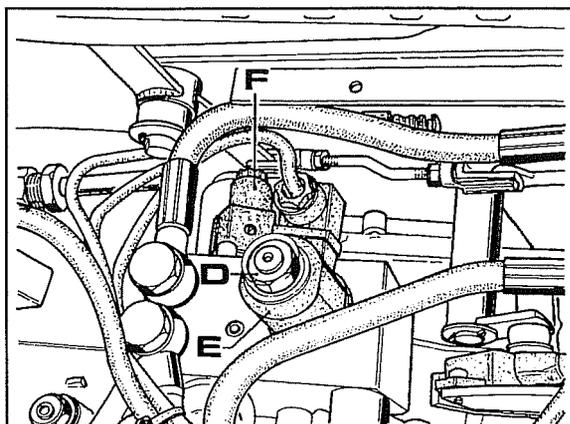
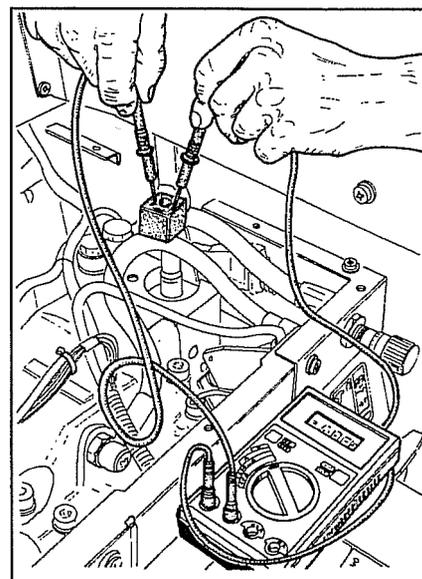
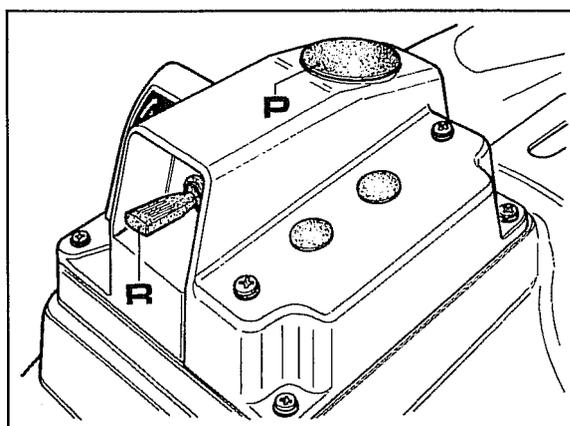

Fig. 4
Fig. 5
Fig. 6
1. Après avoir retiré le siège, enlever la protection de l'électrovanne et dévisser l'écrou **D** fig.4, puis démonter la bobine **E** du solénoïde.
2. Pour vérifier la présence de courant, effectuer la mesure du voltage sur la fiche du câblage qui arrive à l'électrovanne (fig.5) en se rappelant de mettre d'abord le relevage de la machine dans la position entièrement abaissée, mettre le tableau sous tension, appuyer sur le bouton de sécurité **P** fig.6 et actionner le levier **R** fig.6 de commande du relevage.
Pour effectuer la vérification du voltage sur la fiche du câblage qui arrive à l'électrovanne **F** fig.4, il suffit de débrancher le câblage de l'électrovanne en se rappelant d'actionner en premier le levier **R** fig.6 de commande du relevage, et ensuite appuyer sur le bouton de sécurité.
P fig.6.
1. Après avoir enlevé la protection, dévisser l'écrou **D** fig.4, puis retirer la bobine **E** du solénoïde.